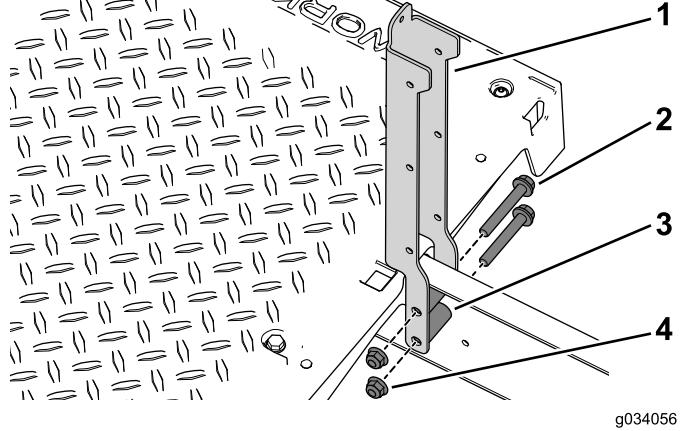

图39
3. 使用 4 个凸缘螺栓  $3/8 \times 2-1/2$  英寸、隔片和凸缘螺母将左、右座椅支架固定到机器 图39。